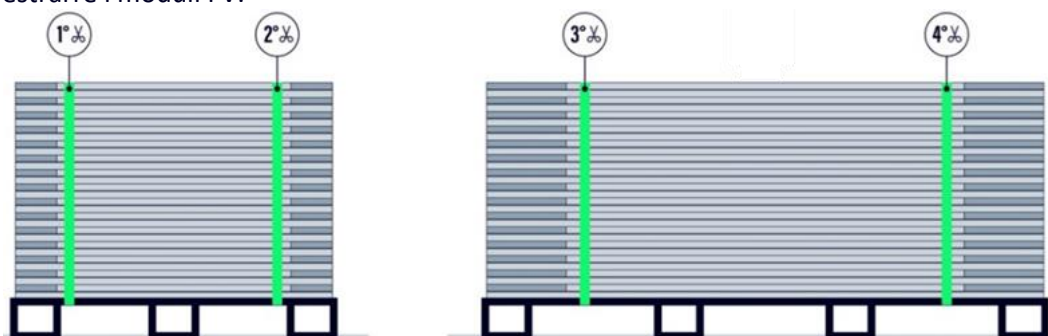

Figura 22: ordine di rimozione delle cinghie interne della scatola.
- c) Tagliare le quattro cinghie interne (Figura 22).